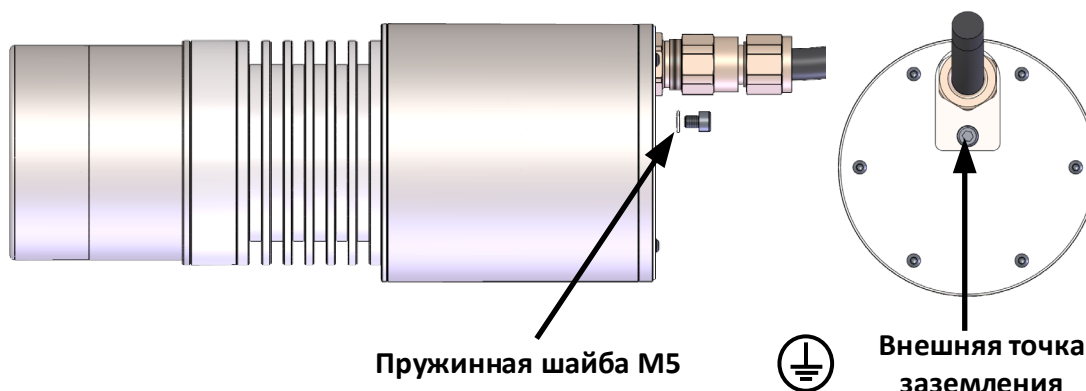

Рисунок 4: Внешняя точка заземления
- Убедитесь, что датчик, монтажные элементы и корпус заземлены надлежащим образом. Датчик должен быть заземлен с помощью проводника  $\geq 4 \text{ мм}^2$  (11 AWG). Прилагаемая пружинная шайба M5 должна использоваться при подключении кабеля заземления (Рисунок 4).